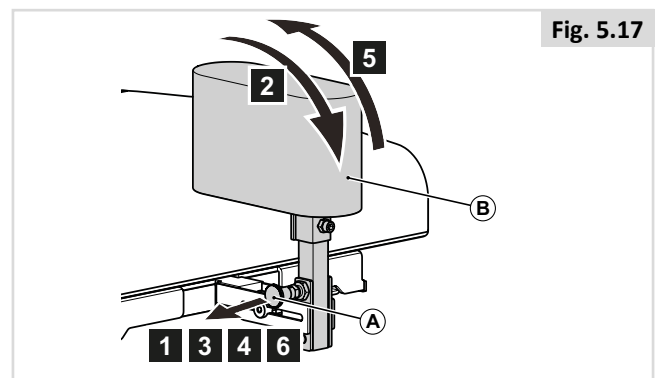

Fig. 5.17
5.11 Cuña abductora (Fig. 5.17)